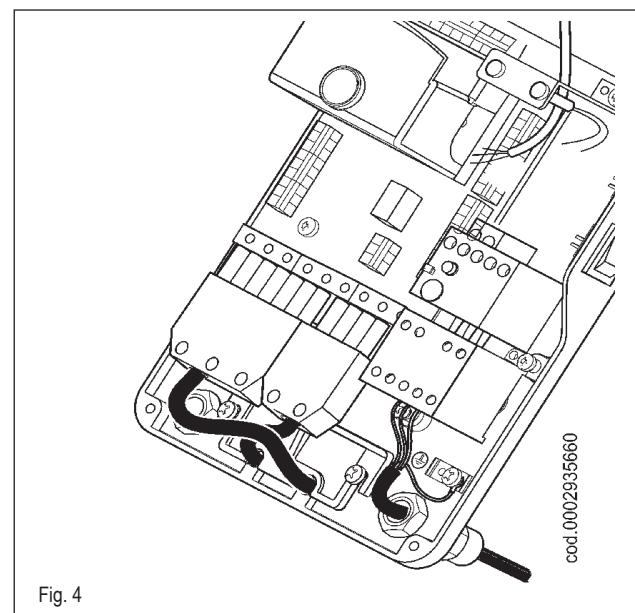

Fig. 4
- Ослабьте винты (2) для снятия зажимной пластинки проводов (3), проденьте через отверстия два разъёма 7-штырьковый и 4-штырьковый, как на рисунке 2. Если горелка трёхфазная, соедините питающие провода (4) к дистанционному выключателю, закрепите заземляющий провод (5) и затяните соответствующий хомут.
Поверните эксцентрик (6) так, чтобы пластинкаенным образом надавила на два провода, после этого закрутите винты фиксации пластинки. Наконец, соедините два разъёма, 7-ми- и 4-штырьковый (смотрите рисунок 4).
- Avvitare le 4 viti (1) esercitando una coppia di serraggio adeguata ad assicurare la corretta tenuta, per richiedere il coperchio del quadro elettrico.